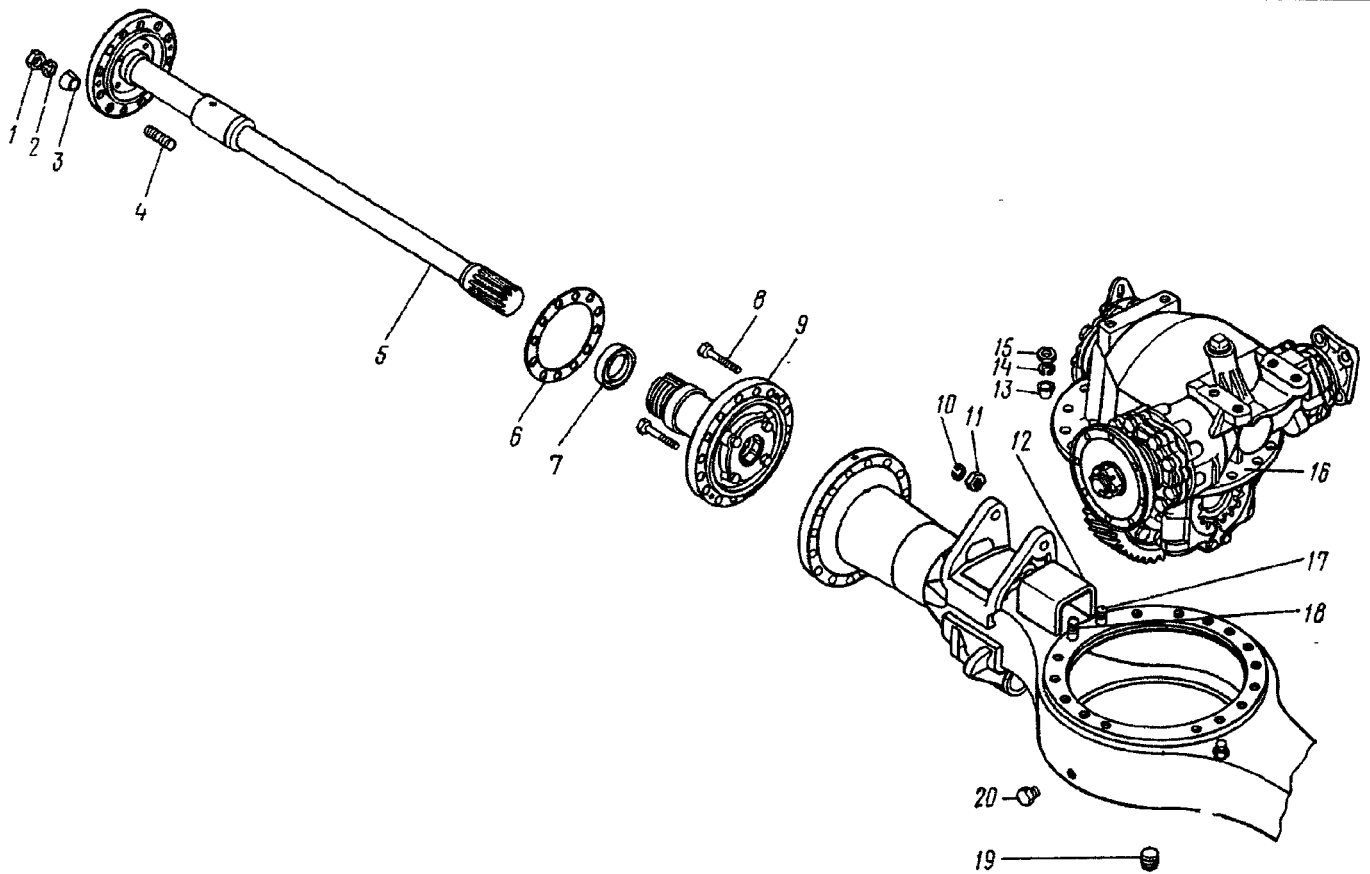

Рис. 227. Мост промежуточный:
2. Отверните гайки 1 (рис. 227) крепления полуоси, снимите со шпильки 4 пружинные шайбы 2 и конусные втулки 3	Ключ 19 мм
9. Выверните болты 8 (см. рис. 227), снимите цапфу 9 в сборе	Ключ 19 мм, сменная головка 19 мм, вороток
71. Установите главную передачу 16 (см. рис. 227) в сборе и прокладку на картер 12 моста. Вверните в картер моста контрольные и сливные пробки. Эту операцию должны выполнять два человека	—
76. Установите цапфу 9 (см. рис. 227) в сборе на картер моста и закрепите ее болтами 8	Ключ 19 мм, сменная головка 19 мм